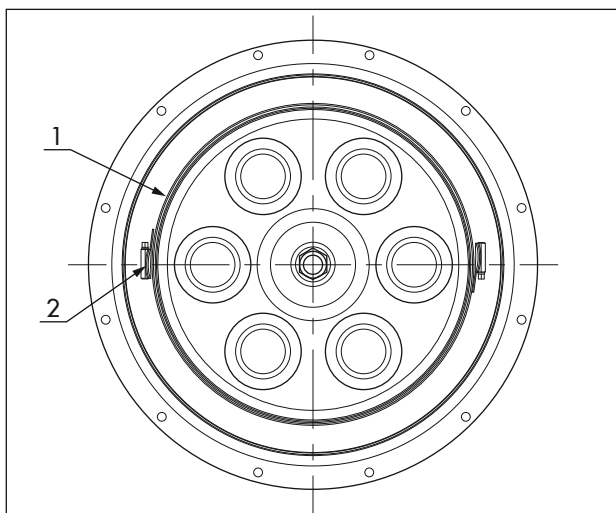

Bild 14: Ausrichtung der Lochbandklemmenschlösser
6. Zwei neue Lochbandklemmen (A6) komplett öffnen und zu einer einzelnen Lochbandklemme zusammensetzen (vgl. Bild 14).
9. Druckstücke (A19) unter den Lochbandklemmenschlössern platzieren und ausrichten (vgl. Bild 14).
8. Zwei neue Lochbandklemmen (A6) komplett öffnen und zu einer einzelnen Lochbandklemme zusammensetzen (vgl. Bild 14).
11. Druckstücke (A19) unter den Lochbandklemmschlössern platzieren und ausrichten (vgl. Bild 14).